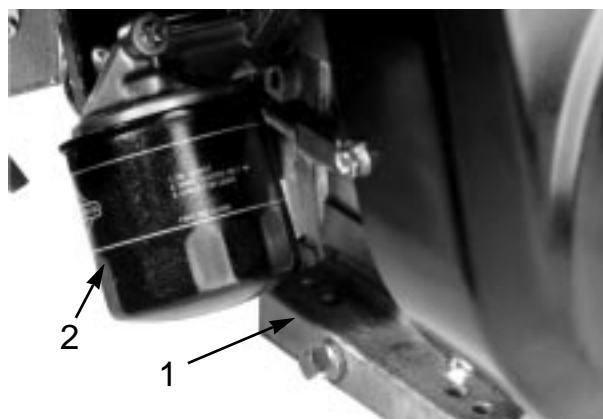

図 41
1. ドレンプラグ（図41）を外してオイルを抜き、プラグを元通りに取り付ける。
2. オイルフィルタ（図41）を外し、新しいフィルタのガasketに薄くエンジンオイルを塗る。